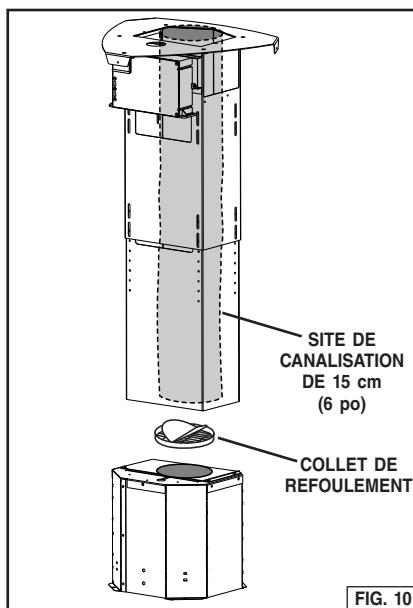

FIG. 10
3. Si l'appareil est canalisé, installez le collet de refoulement sur le dessus de la soufflante avec les rabats vers le haut. Installez la canalisation à la longueur requise à la soufflante et étanchéisez avec du ruban adhésif. Fig. 10. Passez à l'étape 5.